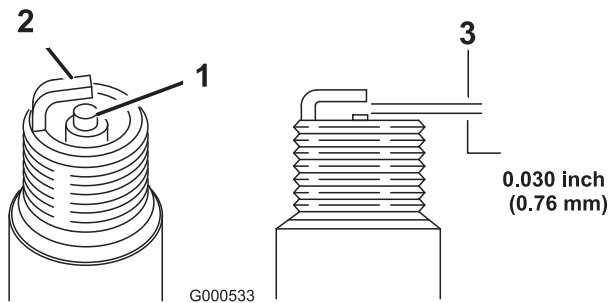

Bild 21
5. Stellen Sie den Elektrodenabstand auf 0,76 mm ein (Bild 21).